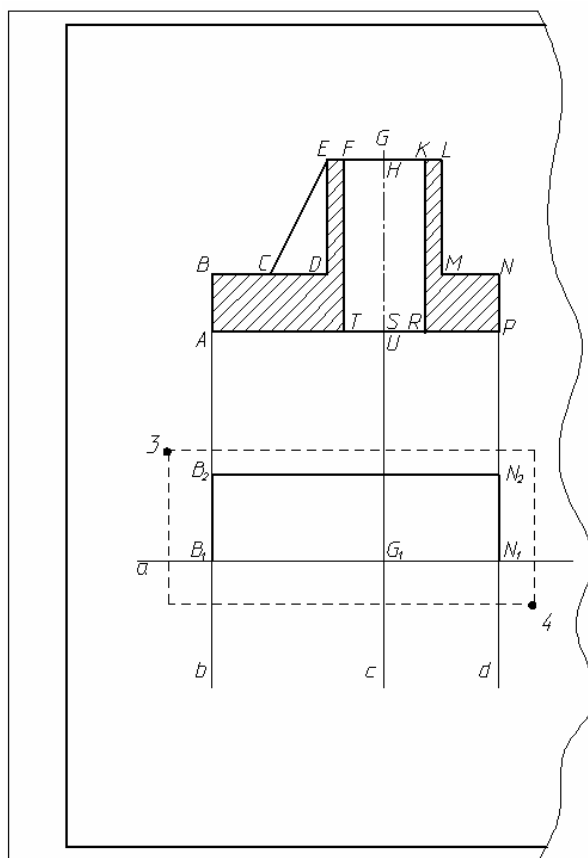

Рис. 17. Построение внешнего контура вида сверху
Проведем приблизительно на середине свободного поля под главным изображением (рис. 17) горизонтальный отрезок **a** произвольной длины (это будет ось симметрии строящегося вида сверху).
Для ее построения сначала выберем рамкой верхнюю часть контура. Щелкнем мышью, например, в т. **3** (см. рис. 17), потом передвинем курсор по диагонали в т. **4**, что сопровождается появлением прямоугольной рамки (при этом хотя бы один конец оси должен выходить за пределы рамки) и щелкнем мышью. Верхняя часть контура (за исключением оси) выделится.
2. Удалим ставшие лишними линии вспомогательных построений **b, d** (см. рис. 17). Как удалить, объяснено в разд. 7.